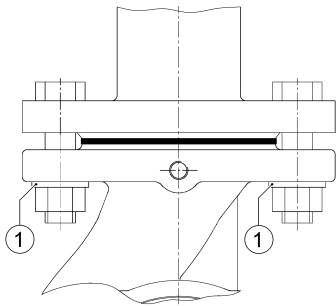

Fig. 12: Montage met combiflens
- Tussen de schroef-/moerkop en de combiflens moeten de meegeleverde onderlegschijven (afb. 12, pos. 1) worden gebruikt.